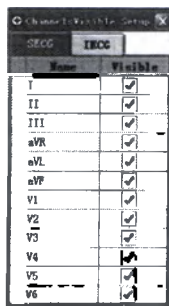

Рис. 7-7: Диалоговое окно для выбора отображаемых каналов
- 1) Нажать кнопку [Select channels] () (Выбрать каналы) и всплывет окно «Channels Visible Setup» (Выбор отображаемых каналов) (Рис. 7-7).